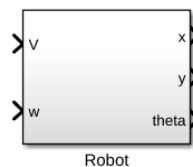
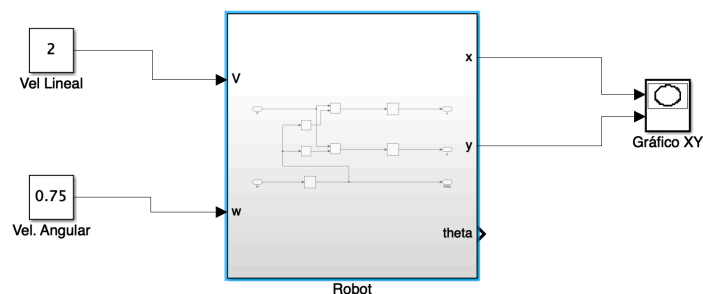

Figura 1. Bloque Robot
Figura 3. Simulación del comportamiento del robot
En Simulink, el robot se representará mediante un bloque (ver Figura 1) cuyas entradas son las velocidades (angular y lineal) y las salidas son el valor de posición y orientación del robot:
2. Una vez completado el apartado anterior, cree el subsistema mostrado en la Figura 1 y simule su funcionamiento con velocidad lineal y angular constante creando el sistema mostrado en la Figura 3. Configure los parámetros de la simulación (menú "Simulation/Model Simulation Parameters" y menú Simulation/Pacing options) de acuerdo con la Figura 4.